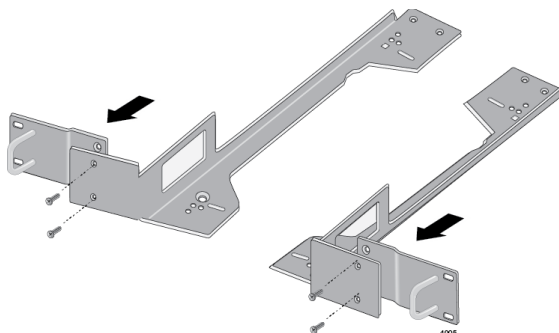

Рисунок 36. Крепление кронштейнов к пластинам
3. Прикрепите короткие кронштейны с рукоятками к длинным кронштейнам при помощи винтов M4x6мм и крестовой отвертки, как это показано на рис. 36.